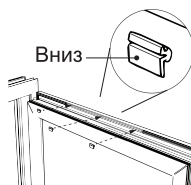

Рис. 6
3. На место удаленного уплотнителя, установить крепежные элементы из комплекта (рис.6).